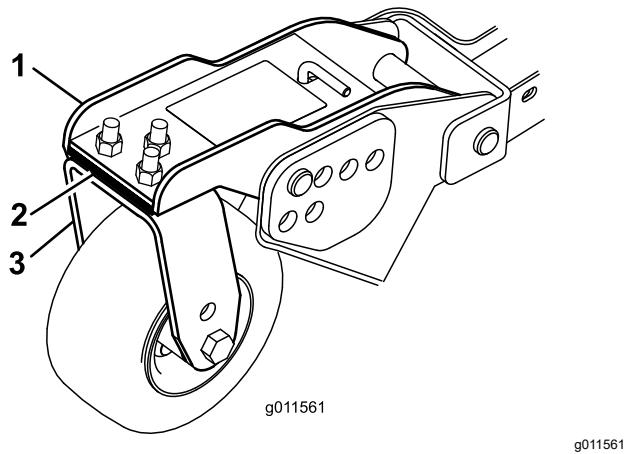

Figura 30
- Ajuste los suplementos de 3 mm ($\frac{1}{8}$ ") de las horquillas de las ruedas giratorias delanteras hasta que la altura de corte se corresponda con la marca de la pegatina (Figura 30).
- Si el borde interior de la unidad de corte lateral está demasiado alto respecto al borde exterior de la unidad de corte delantera, retire un suplemento de la parte inferior del brazo interior delantero de la rueda giratoria en la unidad de corte lateral (Figura 30).